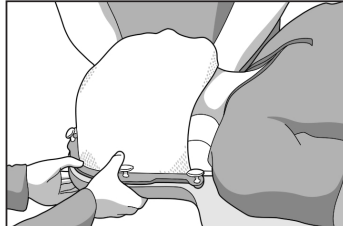

Fig. 3
5. Étirer le thermoplastique sur 15 à 20 cm (6 à 8 pouces) pour le ramener vers le dispositif (Fig. 3).